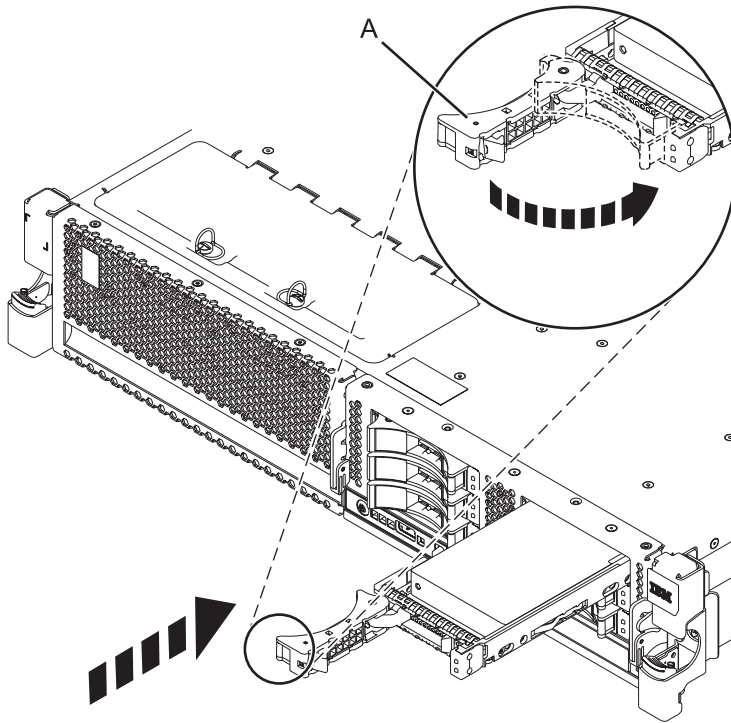

Figure 6. Installation de l'unité de disque dans l'unité centrale
6. Lorsque le voyant d'identification clignote, faites glisser complètement l'unité dans l'unité centrale ou l'unité d'extension, et poussez complètement la poignée (A) de l'unité jusqu'à ce qu'elle se verrouille, comme indiqué à la figure 6.